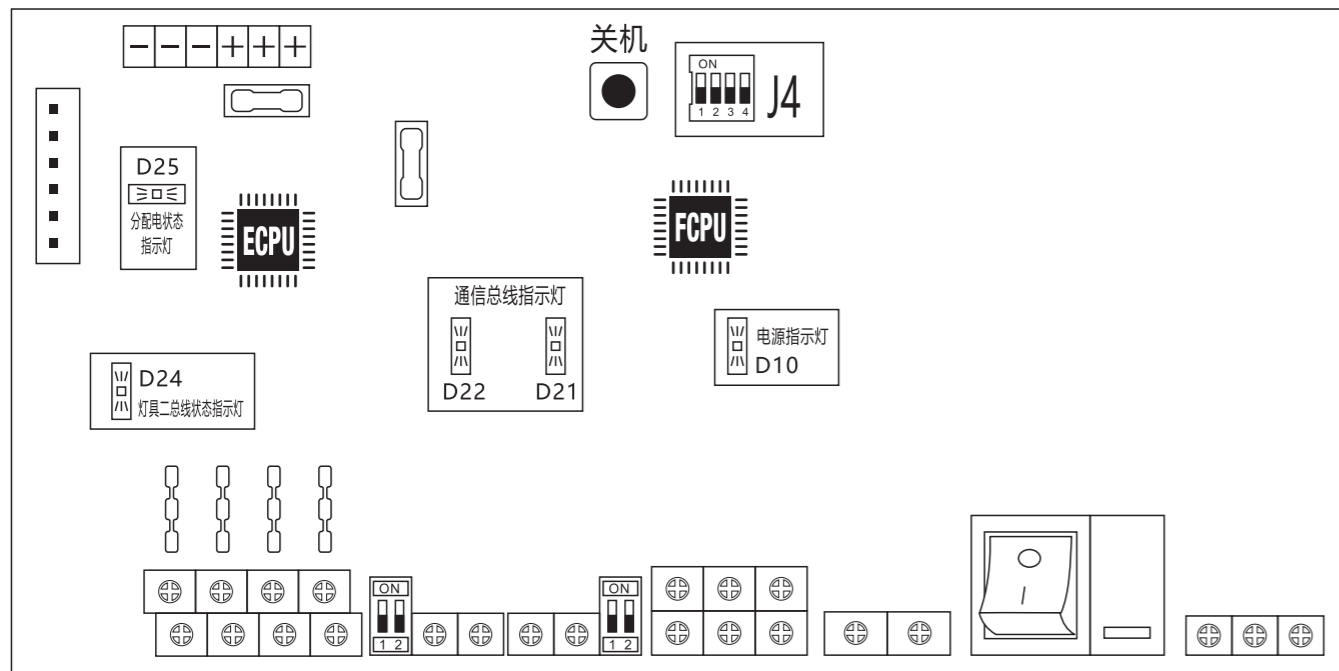

图33
E: 表示ECPU芯片版本日期(见图33)
F: 表示FCPU芯片版本日期(见图33)
### (2)、主控模块指示灯(见图33)
## 拨码开关的使用 (见图33)